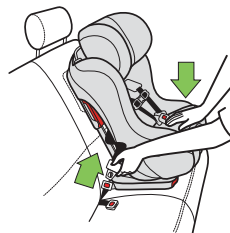

Figure 110
- Pressez au centre du siège d'auto pour réduire la tension sur la ceinture du véhicule aidera à la déboucler plus facilement, tel qu'illustré dans la **Figure 110**.